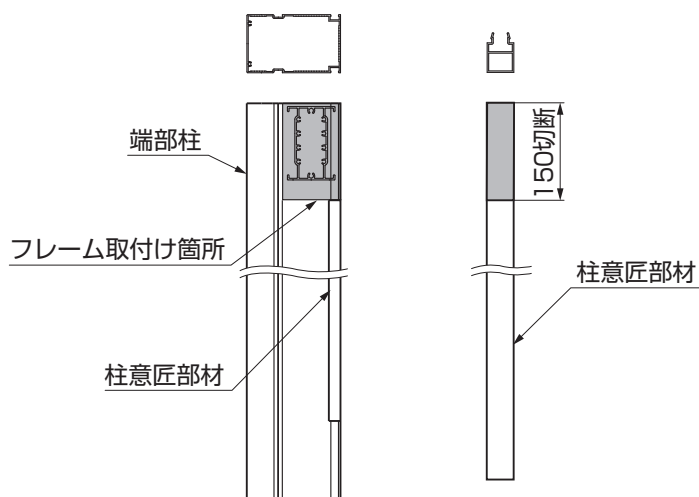

図7-4 柱意匠部材の切断
- ①柱意匠部材を切断加工をします。(図7-4参照)
- フレーム取付穴位置治具は笠木受けがあるので、裏面を使用してください。(図7-4参照)